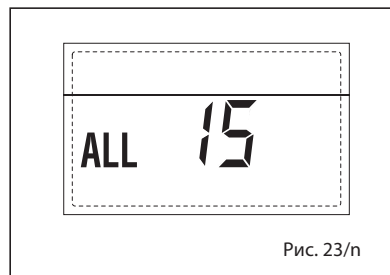

Рис. 23/n
– **СРАБАТЫВАНИЕ МОДУЛИРУЕМОГО НАСОСА ПЕРВОЙ СМЕШАННОЙ ЗОНЫ «ТРЕВ 20» (рис. 23/p)**